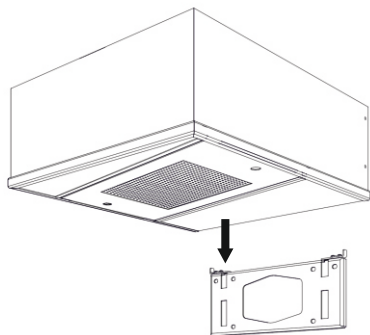

Рис. 5
- 5 Поставьте обливное устройство на монтажную пластину (рис.5). Фиксация обливного устройства к монтажной пластине осуществляется за счет сцепления крючков на корпусе обливного устройства с пазами в монтажной пластине. При установке обливного устройства на монтажную пластину страховочные задвижки не должны перекрывать верхний паз в монтажной пластине. После установки обливного устройства убедитесь, что верхняя грань монтажной пластины совпадает с верхней гранью корпуса обливного устройства, и передвиньте страховочные задвижки как показано на рисунке 6.